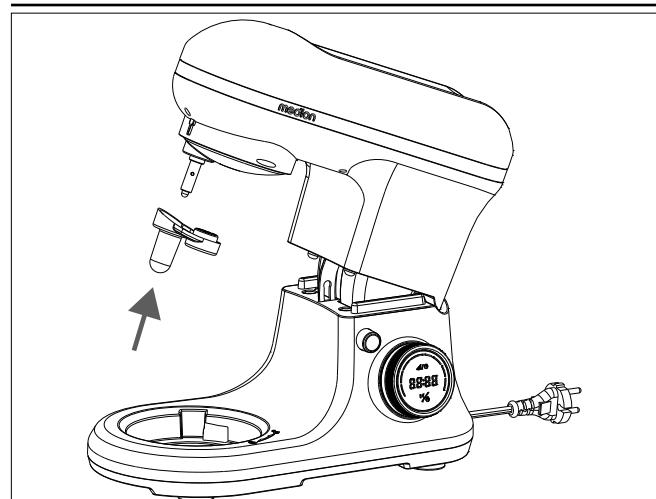

Fig. 8 – Colocar la pieza de conexión
- ▶ Coloque la pieza de conexión en el soporte del brazo giratorio (véase Fig. 8).